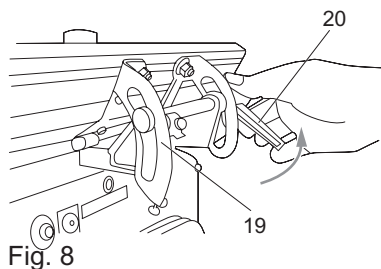

Fig. 8
- > Gire la palanca de bloqueo del ángulo de la guía (20) en sentido antihorario para aflojarlo. (Fig. 8)
- > Utilice la guía de ángulo (19) y el puntero del ángulo para ajustar la guía al ángulo deseado. (Fig. 8)